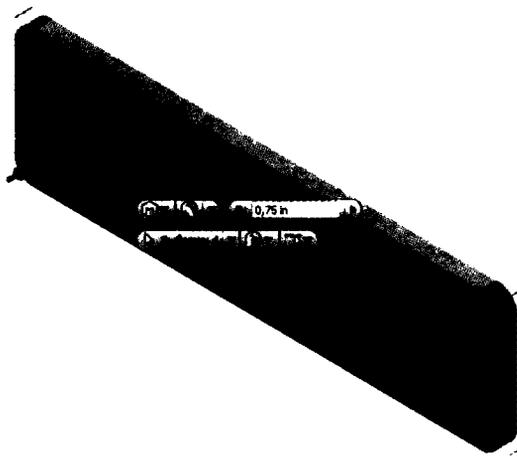

Рис. 15.9. Добавление сопряжений на один элемент параметрической детали
13. Добавьте скругления **.75** к коротким ребрам, как показано на рис. 15.9.